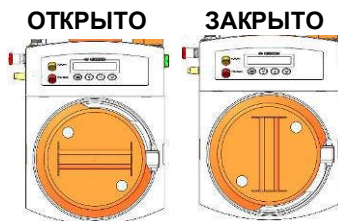

Рис. 1
- установить ручку крышки в положение **«ОТКРЫТО»**, (см. рис.1);
Для чего, пользуясь перчатками (после ГП), повернуть ручку крышки в положение «**ОТКРЫТО**», см. рис.1. Открыть крышку и достать загрузочную корзину. Воду из бака рекомендуется сливать после каждой полимеризации, т.к. в нее выходят излишки мономера из полимеризуемой пластмассы.